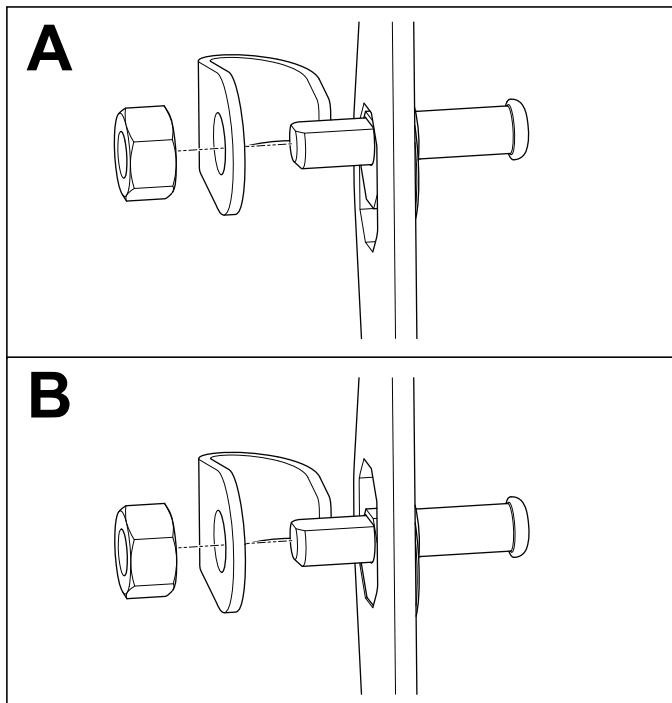

図 10
1. ラッチピンを、レール上のラッチピン取り付けブラケットの中央に合わせる(図 10)。